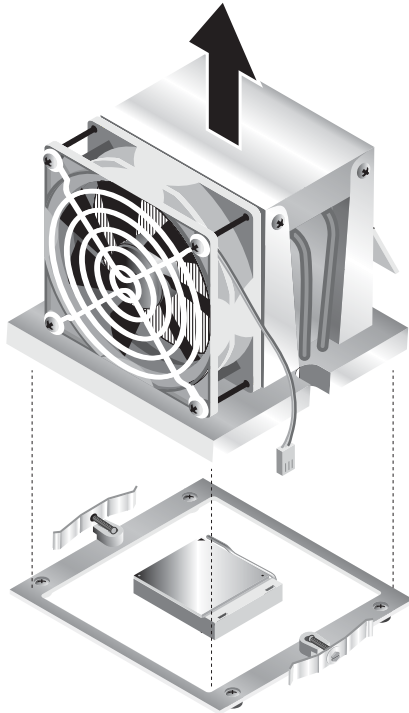

FIGURA 4-9 Retiro de la unidad de disipador/ventilador
7. Levante la unidad de disipador/ventilador verticalmente hacia arriba y retírela de la placa (véase la FIGURA 4-9).